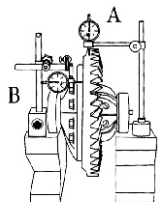

Figura 5
Após a montagem, verificar a excentricidade (A) e a perpendicularidade (B). Tolerâncias máximas exigidas A= 0,15mm B = 0,06mm (Conforme figura 5).